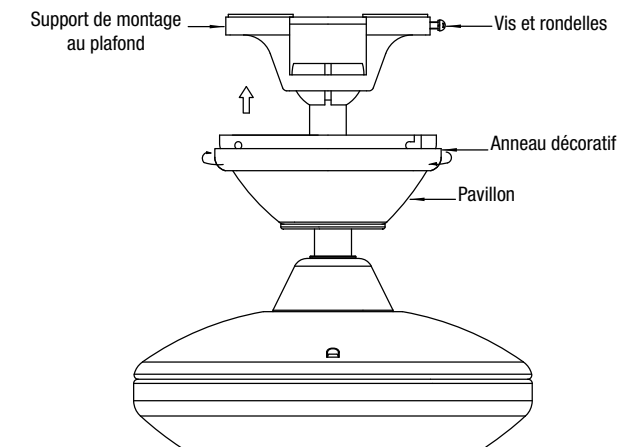

Fig. 12
**Étape 2.** Faites glisser le pavillon jusqu'au plafond et fixez-la au support de montage au plafond, à l'aide des 4 vis sur le bord supérieur du support de montage. Insérez chaque vis à travers le trou de montage du pavillon dans le support de montage. Serrez bien toutes les vis. (Fig. 12)